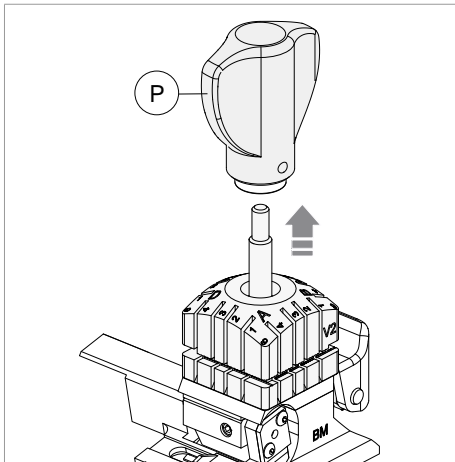

Fig. 137
- 3) Draai de draaiknop (P) volledig en verwijder (Fig. 137).